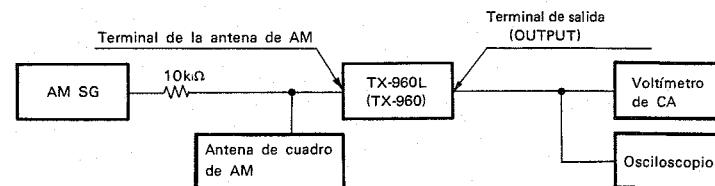

Fig. 11-2 Diagramma de conexión de ajuste de AM
- Conecte como es indicado en la Fig. 11-2.
- Oprima la tecla AM (LW) para fijar el modo AM (LW).